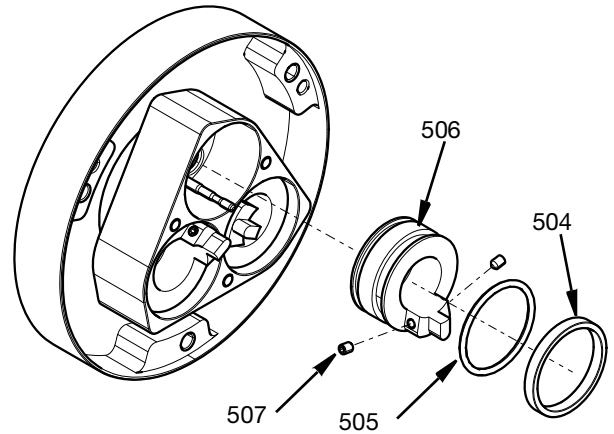

FIG. 11
3. Ta bort kolven (506) genom att lossa de två M4-låsskruvarna (507) som låser upp kolvens och stångens avstängningsventil. När skruvarna har tagits bort är kolven (506) åtkomlig. O-ringen (505) och styringen (504) kan tas bort. Se FIG. 11